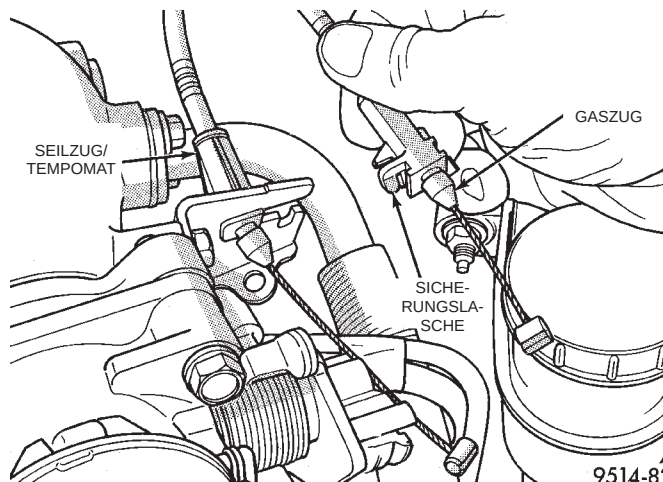

Abb. 49 Gaszugbefestigung
(2) Die Haltenase am Seilzug nach hinten zur Spritzwand drücken und dann den Seilzug aus der Halterung ziehen (Abb. 49).
(3) Im Fahrzeuginnenraum hinter die Oberseite der Pedalwelle greifen und den Halter in Richtung Fahrzeugheck drücken. Es kann erforderlich sein, die Laschen am Halter auf der Spritzwandseite der Pedalwelle zusammenzudrücken.
(4) Den Gaszug nach oben durch den Schlitz oben in der Gaspedalwelle schieben.
(5) Vom Motorraum aus den Gaszug und die Gummütülle aus der Spritzwand ziehen.